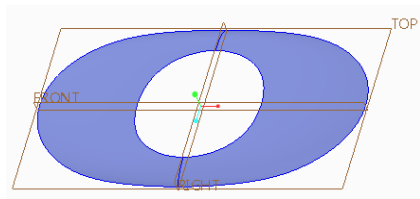
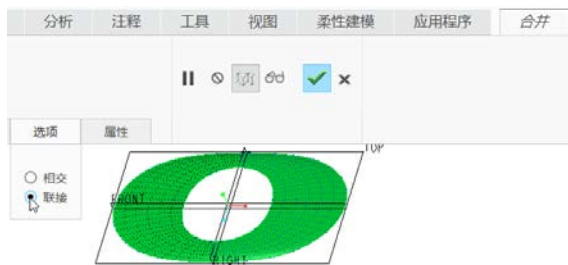

图 8-74 镜像结果
图 8-75 设置合并选项
① 选中刚创建的“造型”特征，在功能区“模型”选项卡的“编辑”面板中单击“镜像”按钮, 打开“镜像”选项卡。
② 选择 RIGHT 基准平面作为镜像平面。
③ 在“镜像”选项卡中单击“完成”按钮, 镜像结果如图 8-74 所示。
① 选择原“造型”特征（自由形式曲面），接着按住〈Ctrl〉键的同时选择镜像所得的自由形式曲面。
② 在功能区“模型”选项卡的“编辑”面板中单击“合并”按钮.
③ 在“合并”选项卡中打开“选项”面板，选择“联接”（连接）单选按钮，如图 8-75 所示。
④ 在“合并”选项卡中单击“完成”按钮.